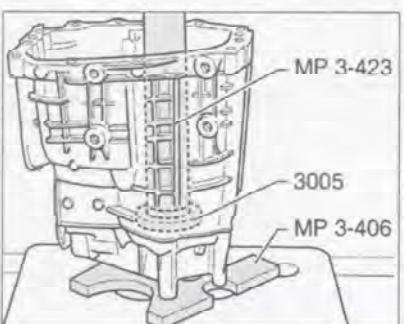

Рис. 7.97. Установка наружной обоймы малого роликоподшипника.
4. Запрессуйте наружную обойму малого роликоподшипника с помощью специального инструмента (рис. 7.97).